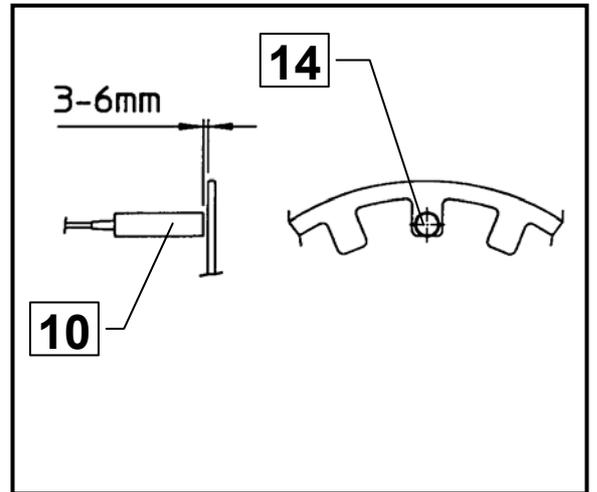

Рис. 9
- Датчик скорости (10) должен быть расположен таким образом по отношению к зубьям кольца, чтобы середина датчика находилась напротив внутреннего ребра (14) зуба (рис.9).